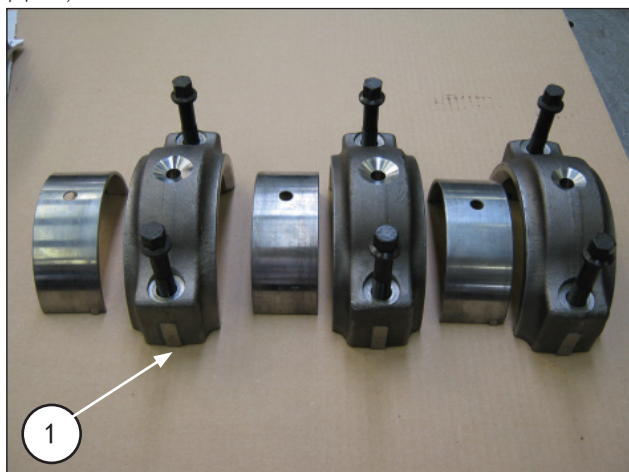
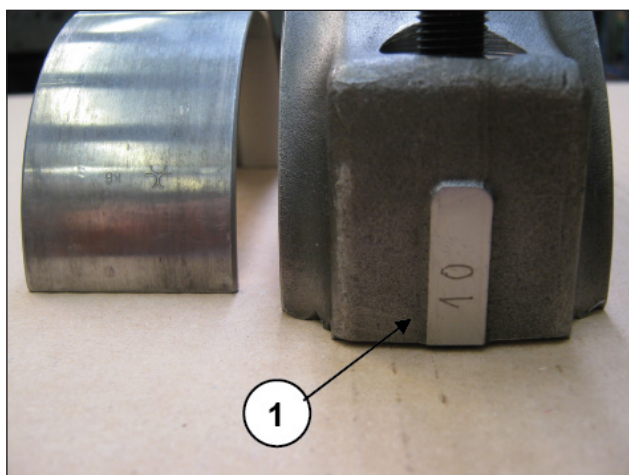

图 41
图 42
将半连杆联接先前拆除的连杆帽，注意编号①，图 41和图 42)。